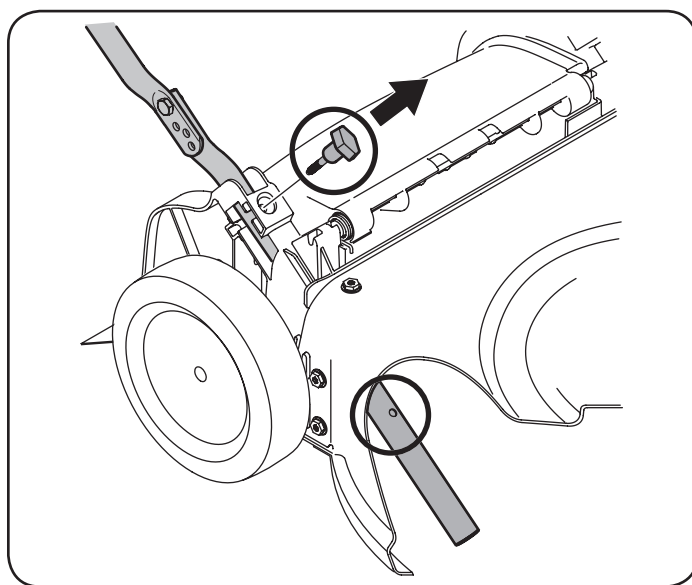
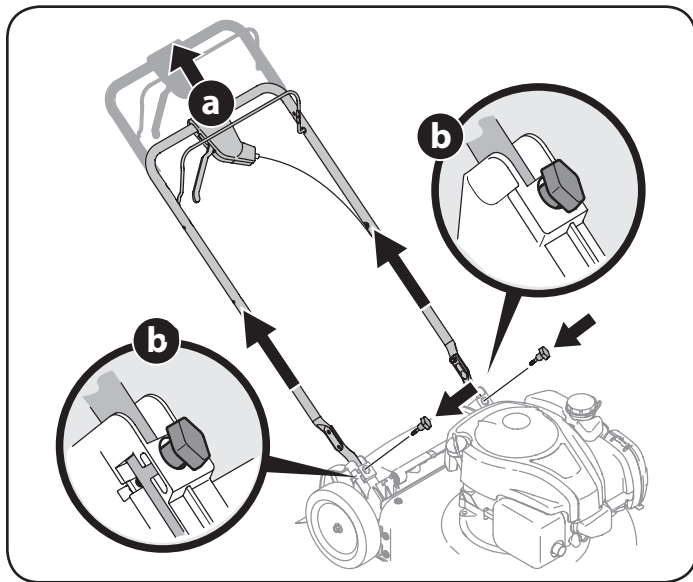

Figura 3
Figura 4
2. Retire la T-ernos de la manija entre corchetes como se muestra en la Figura 3.
- Tire hacia arriba en el asa hasta agujeros en la manija (que se muestra en la Figura 3 corte de la cubierta) se alinean con los agujeros en el mango soporte. Vea la Figura 4.
- Inserte el T-pernos quitó anteriormente a través del mango corchetes y asa inferior y apriete bien para asegurar el mango en su lugar. Vea la Figura 4.